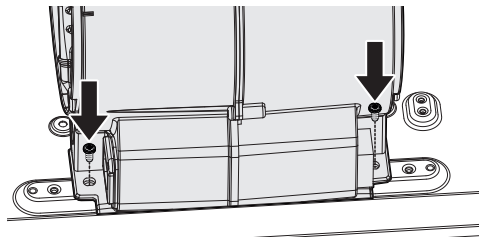

FIGURE 4
3. Installez la trousse du moteur dans la hotte en utilisant les 2 vis fournies avec la trousse dans l'arrière de la hotte (Figure 4).